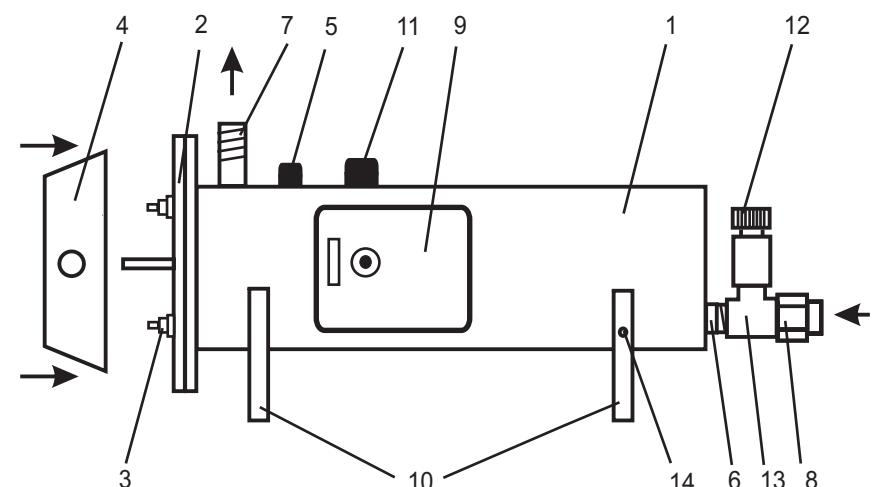

Рисунок 1.
4.1. Водонагреватели ЭПВН-6; -7,5; -9,45; -12; -15; -18; -24; -30-1 (рис.1) состоят из следующих основных частей: корпуса (1) с входным (6) и выходным (7) патрубками GS; секции, состоящей из крышки (2), с одним (ЭПВН-6; 7,5) или тремя (ЭПВН-9,45;-12;-15;-18;-24;-30-1) трубчатыми электронагревателями (ТЭН) (3); датчика терморегулятора (5); аварийного термовыключателя (11). Выводы ТЭНов закрыты защитным кожухом (4)